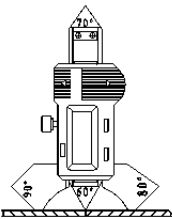
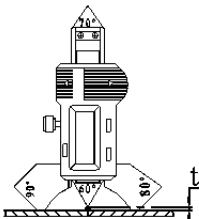
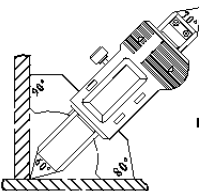
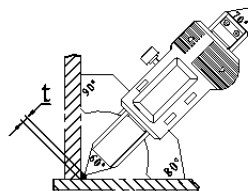

Fig 1
Fig 2
Fig 3
Fig 4
- Set zero on a plane to measure plane weld seam, see Fig 1 & Fig 2; set zero on a 90° bevel to measure 90° bevel weld seam, see Fig 3 & Fig 4.
Drücken Sie die ON/OFF Taste um den Messschieber einzuschalten. Drücken Sie dann Taste mm/inch Taste um das gewünschte Messsystem auszuwählen. Setzen Sie die Messbrücke auf einer ebenen Fläche auf und schieben die Messstange aus bis diese auf Kontakt ist und drücken dann die Null Taste um die Anzeige auf Null zu setzen. Fig. 1 und 2 zum Messen der Flachsweißnähte Fig. 3 und 4 zum Messen der Schweißnähte in Ecken mit Winkeln 60°, 70°, 80°, 90°.
- 在平面位置设置零位, 测量平面焊缝, 如图Fig 1和Fig 2所示;
- 在垂直位置设置零位, 测量90°焊缝, 如图Fig 3和Fig 4所示。